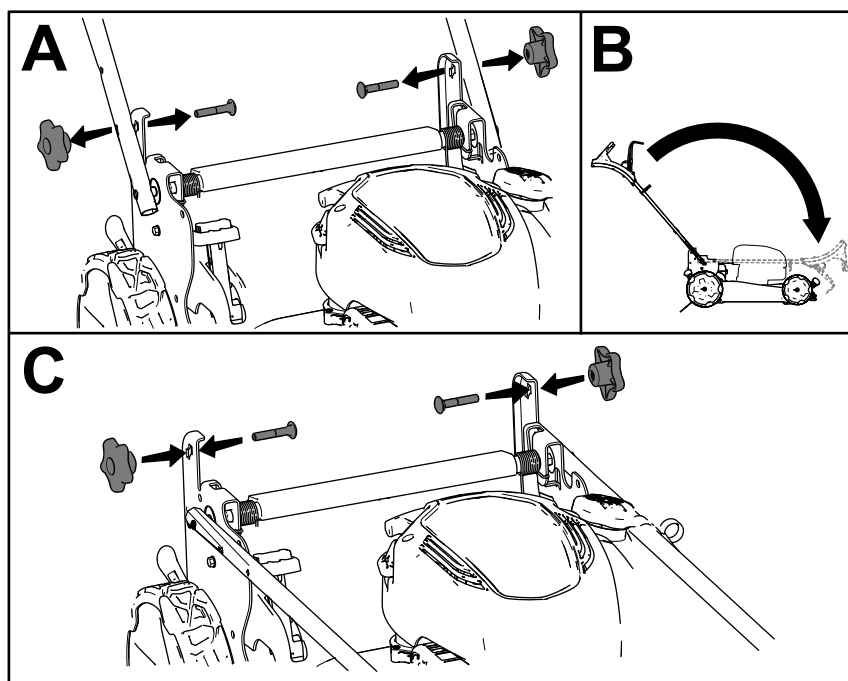

Figure 24
1. Retirez les 2 boutons de guidon et les 2 boulons de carrosserie des supports du guidon (A de Figure 24) et conservez-les.
2. Repliez le guidon en le faisant pivoter en avant (B de Figure 24).
3. Vissez légèrement les boutons et les boulons de carrosserie sur les supports du guidon (C de Figure 24).